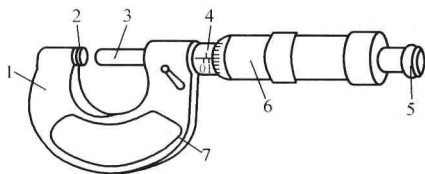

图 1-12 外径千分尺外形
1) 外径千分尺是一种精密量具,在电机检修中常用来测量导线线径。外径千分尺外形和各部分名称如图1-12所示。